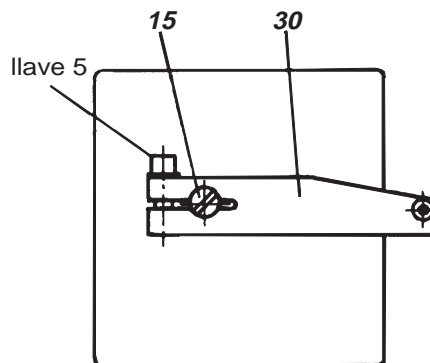

Fig. 16: Sujeción del balancín en el posicionador
- e) Fijar el balancín **30** para accionamiento orientable sobre el árbol de traspaso **15** como demostrado en la fig. 16.